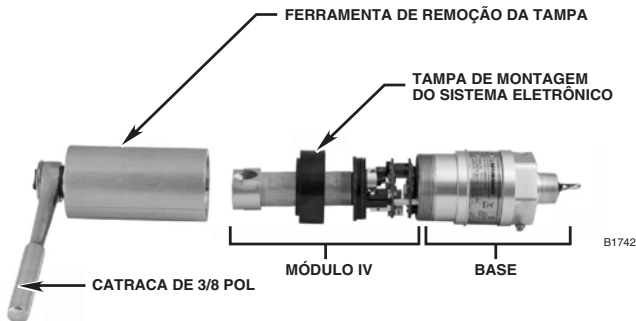

Figura 13 — Remoção do módulo IV
3. Retire a tampa de montagem do sistema eletrônico fazendo-a deslizar da base e puxe o módulo IV para fora da base como mostrado na Figura 13.